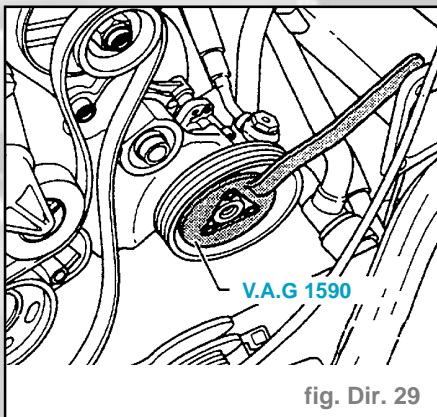

fig. Dir. 29
- Dévisser la poulie de courroie trapézoïdale de la pompe de liquide de refroidissement (fig. Dir. 29).